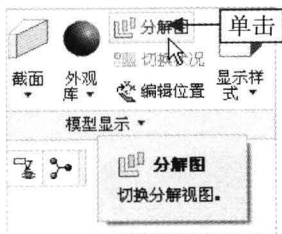

图 11-74 单击“分解图”按钮
Step 02 在“功能区”选项板的“模型”选项卡中，单击“模型显示”面板中的“分解图”按钮，如图 11-74 所示。